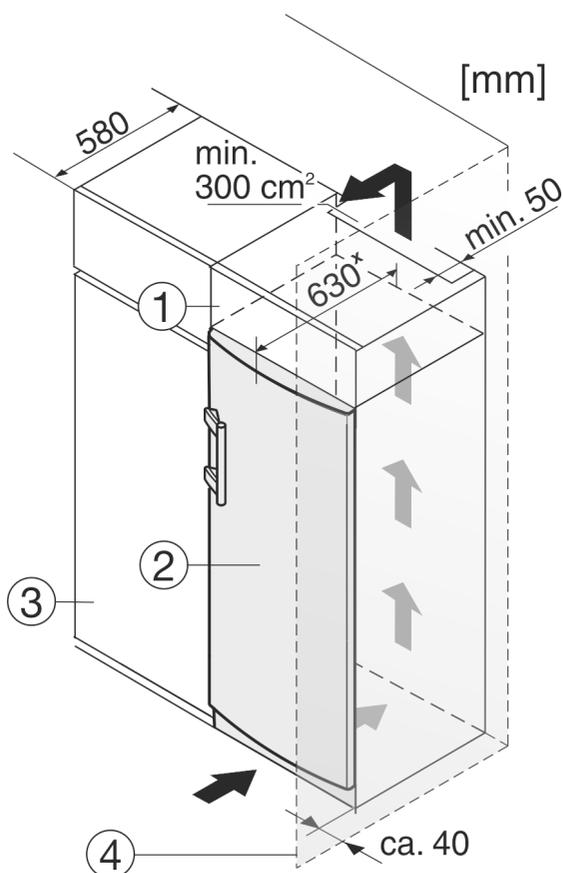

Fig. 8
- (1) Дополнительный шкафчик
- (2) Устройство
- (3) Кухонный шкаф
- (4) Стенка
Устройство может быть окружено кухонными шкафами. Чтобы уравнять устройство Fig. 8 (2) по высоте с кухонной стенкой, можно установить над устройством дополнительный шкафчик Fig. 8 (1).
При комбинировании с кухонными шкафами (глубина макс. 580 мм) устройство можно установить непосредственно рядом с кухонным шкафом Fig. 8 (3). Устройство выступает сбоку на 34 мм* и по центру на 50 мм* относительно передней стенки кухонного шкафа.
Если устройство установлено на шарнирах у стены Fig. 8 (4), то расстояние между устройством и стеной должно быть не менее 40 мм. Настолько выступает ручка при открытой дверце.